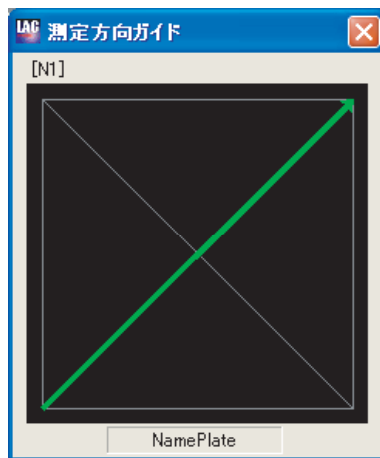

図5-9-20
- ① [N1]測定値を測定中の測定方向ガイド表示(図5-9-20)